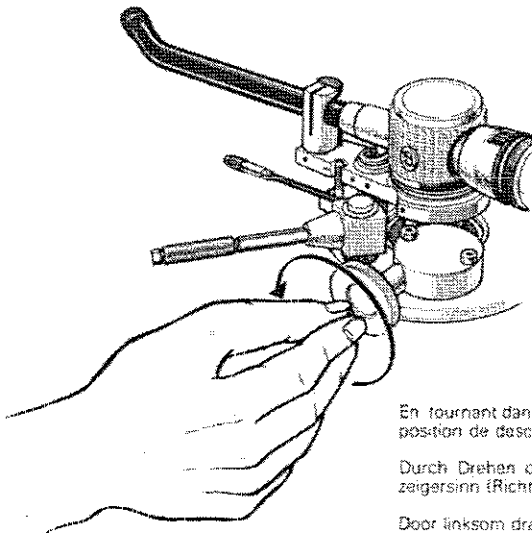

Fig. 12
- 3 Stel de toonarmhoogte-instelhendel zodanig in, dat de toonarm parallel staat met het plateau als de naald zich op de plaat bevindt (Figs. 12 -- 13)
- 3 Ställ in spaken för tonarmens höjdjustering så att tonarmen är parallell med skivtallriken när nålspetsen ligger på skivan (Figs. 12 -- 13)